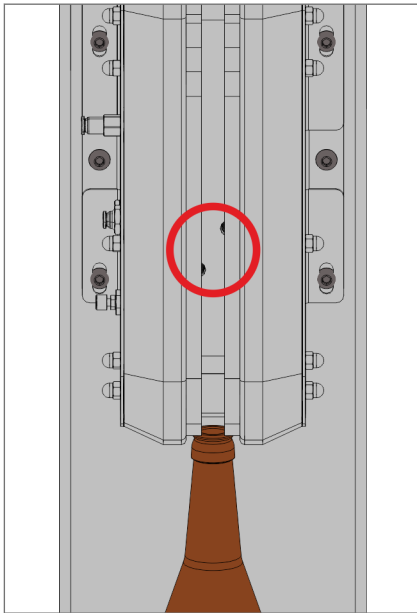

Abb. 41 Oberer und unterer Zylinder an der Rutsche
- Nachdem Sie die beiden Drucktaster **einmal** gedrückt haben, fährt zuerst der untere Zylinder ein und gibt die Rutsche frei (Abb. 41). Zwischen dem oberen und dem unteren Zylinder an der Rutsche befindet sich noch kein Kronkorken, der zum Verkorkerkopf transportiert werden kann.
- Wenn der untere Zylinder wieder ausgefahren ist, fährt der obere Zylinder ein und gibt die Rutsche frei (Abb. 41). Ein Kronkorken rutscht zwischen den oberen und den unteren Zylinder an der Rutsche.